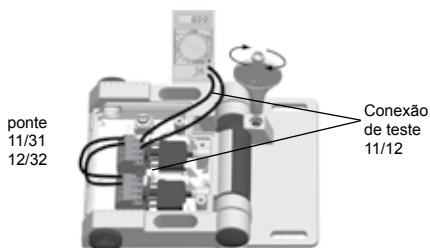

Fig. 5
3. Colocar os dois contactos NF em paralelo, ligar o terminal 11 ao 31 e o terminal 12 ao 32 (Fig. 5)
4. Ligar o teste de continuidade aos terminais 11/12 dos contactos NF ou utilizar as conexões de teste dos terminais (Fig. 5)